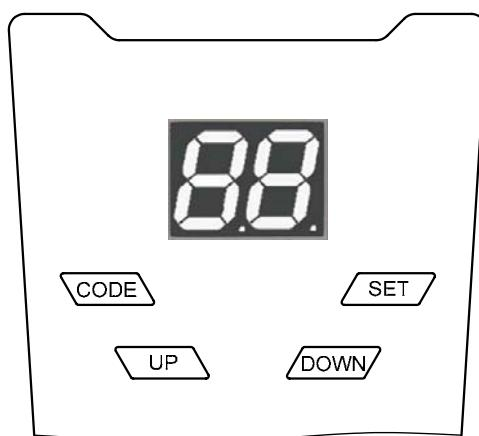

Рис. 5. Панель управления
- Сразу после включения вилки в розетку кратковременно загорится лампа освещения (подсветка), а индикатор на панели управления привода (Рис. 5) отобразит цифры от «99» до «11», после чего привод перейдет в режим ожидания (на индикаторе высвятятся символы «--»). Если вышеописанной индикации нет, отключите привод из розетки и внимательно проверьте все подключения (сверьтесь с разделом «Неисправности и рекомендации по их устранению»).
- Если к приводу подключены фотоэлементы, необходимо проверить приемник (RX). Если индикатор приемника не светиться или моргает, это означает, что сигнала нет или сигнал прерывается из-за неточной регулировки фотоэлементов. Функция использования фотоэлементов должна быть предварительно активирована (см. раздел «Настройки»).
Настройка привода осуществляется при помощи панели управления (Рис. 5), на которой расположены четыре кнопки и индикатор (сдвоенный 7-сегментный индикатор).